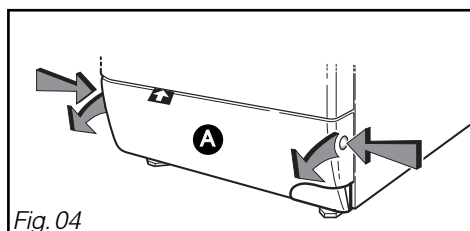

Fig. 04
- Ouvrez en appuyant simultanément sur les bossages se trouvant de part et d'autre de la **plinthe** **A** tout en tirant cette dernière vers vous (Fig. 04).
– Enlevez la plinthe (cf Fig. 04, pages précédentes).